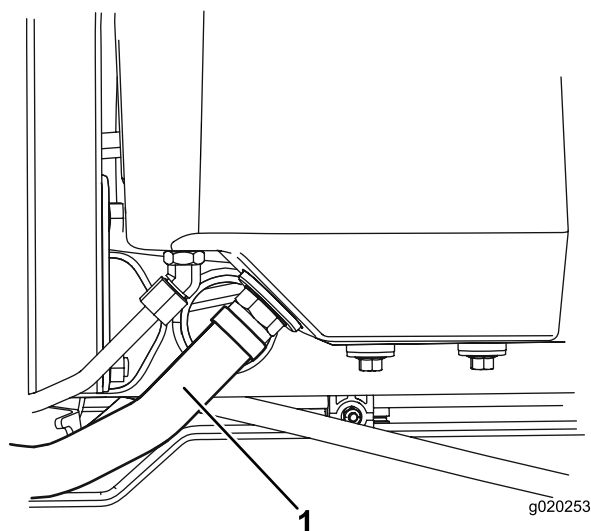

Рисунок 81
2. Отсоедините большой гидравлический шланг (Рисунок 81) от бака и дайте гидравлической жидкости стечь в сливной поддон.